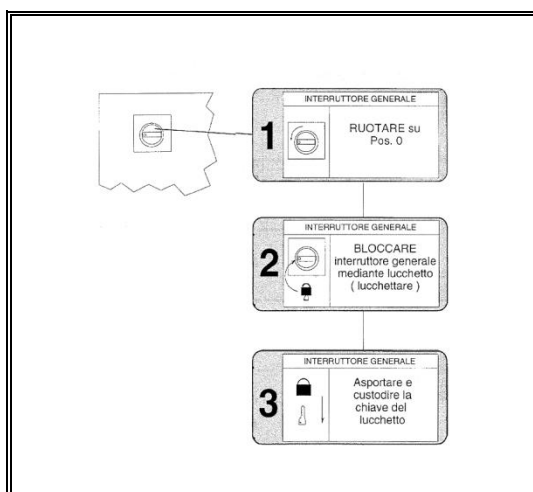

Рис. 9–1 Изоляция от источника подачи электроэнергии
2) Изоляция от источника подачи пневматической энергии (рис. 9–2):